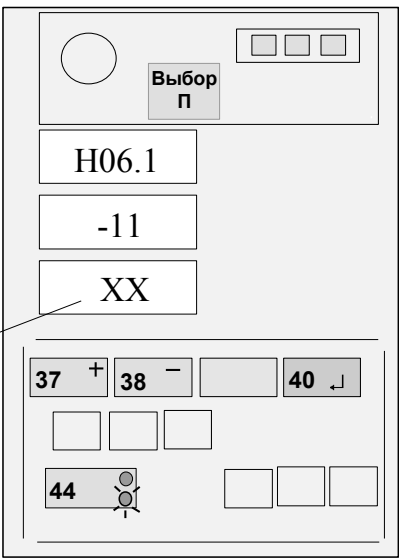

Рисунок 13 - Ввод температурного коэффициента ПрУ
Если значение температурного коэффициента, указанное на жгуте ПрУ, отличается от значения, выдаваемого на средний ИЖЦ, нажатием кнопки 44 установить на верхнем ИЖЦ код "Н06.1", а затем, нажимая кнопки "+" (37) и "-" (38), установить на среднем ИЖЦ значение коэффициента для ПрУ (см. рисунок 13 для коэффициента М11), причем знак плюс на индикаторе не отображается, а знак минус отображается символом " - ".